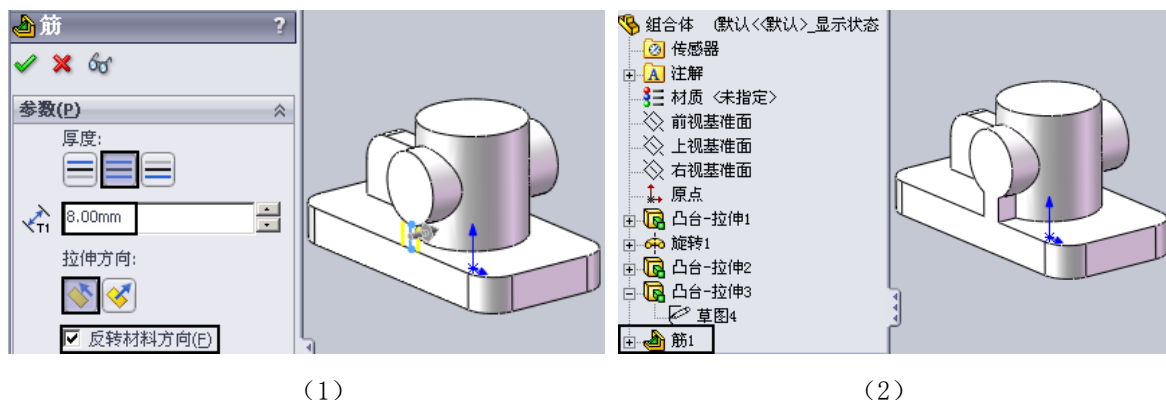

图 1-41 创建肋特征
单击命令管理器中“筋”命令图标，单击新绘制的截面轮廓，在界面左侧“筋”对话框中，如图 1-41 (1) 所示，选中“两侧加厚”，输入肋板厚度为“8mm”，拉伸方向为“平行于草图”，注意图形区箭头方向，应指向材料内侧（指向大圆柱体），若需要反向箭头，勾选“反转材料方向”选项，其他选项采用默认值，单击“”确定，创建肋特征，结果如图 1-41 (2) 所示。